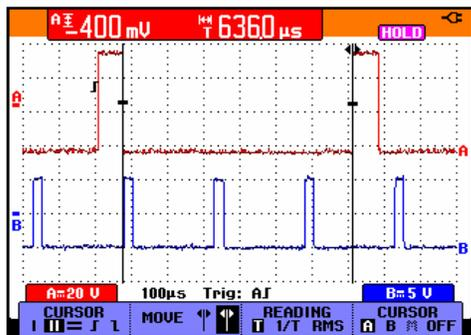

Рис. 25. Измерение временных интервалов с помощью курсоров
- На экране отображается разница во времени между курсорами, а также разность напряжений между маркерами. (См. Рис. 25.)